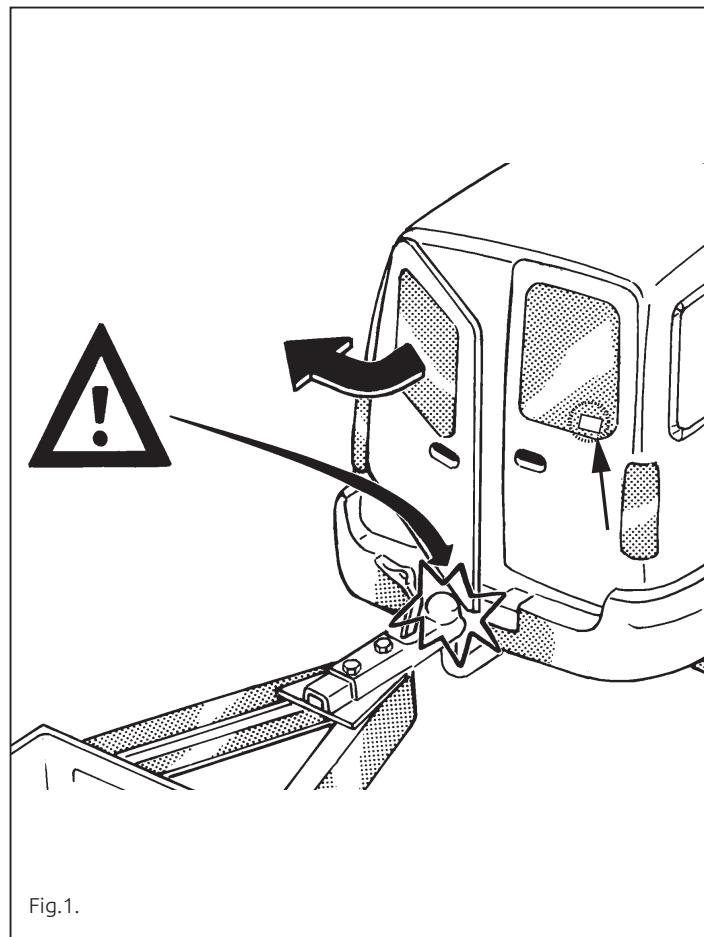

Fig.1.
10. Place the sticker according to figure 1.
10. Bringen Sie den Aufkleber gemäß Abbildung 1 an.
10. Coller l'autocollant conformément à la figure 1.